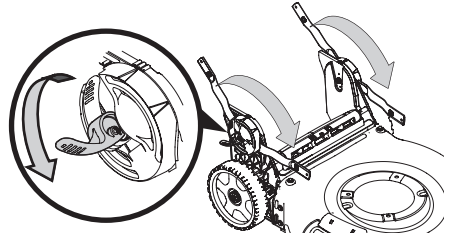

Figura 7
2. Destrabe las dos palancas de liberación de manija. Vea el recuadro de la Figura 7.